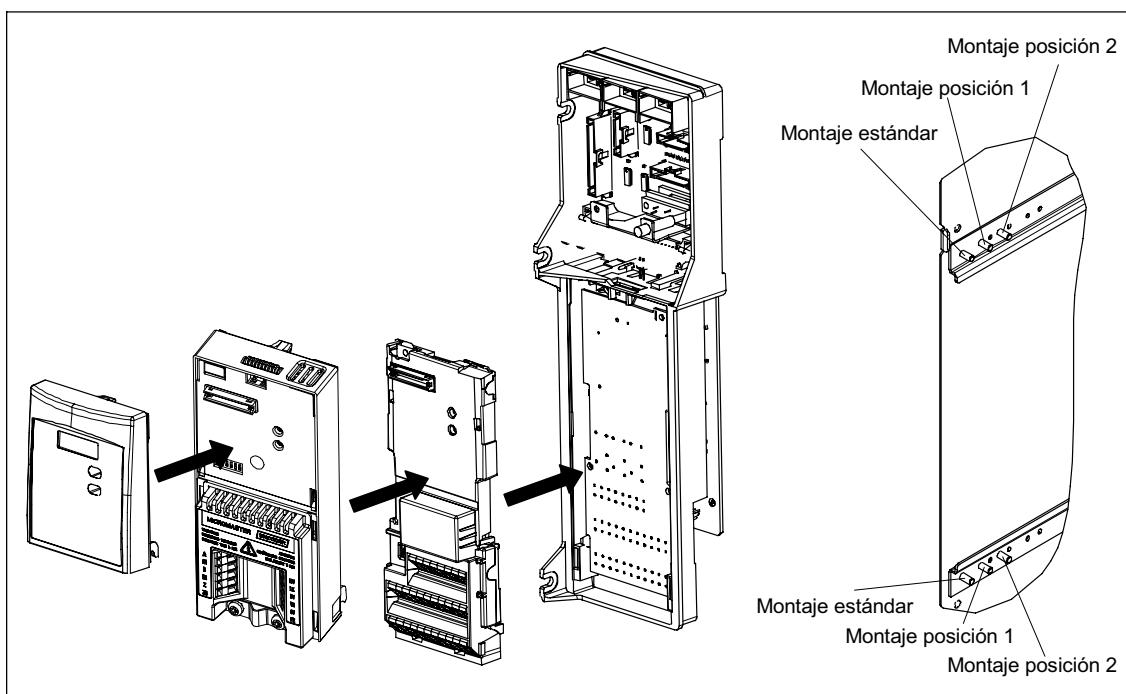

Figura 2-7 Opciones de la caja electrónica
- Atornille la caja electrónica siguiendo la Figura 2-7 en la posición de montaje correcta.